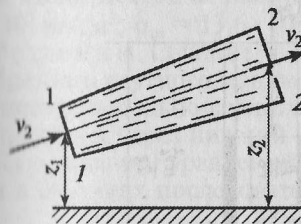

Рис. 5.1
**Задача 5.1.** Расход идеальной жидкости относительной плотности  $\delta = 0,860$  в расширяющемся трубопроводе с диаметрами  $d_1 = 480$  мм (сечение 1-1) и  $d_2 = 945$  мм (сечение 2-2) равен  $Q = 0,18$  м3/с (рис. 5.1). Разница в позициях центра сечений равна 2 м. Показание манометра в сечении 1-1 равно  $p_1 = 3 \cdot 10^5$  Н/м2. Определить скорость жидкости в сечениях 1-1 и 2-2; давление  $p_2$  в сечении 2-2.